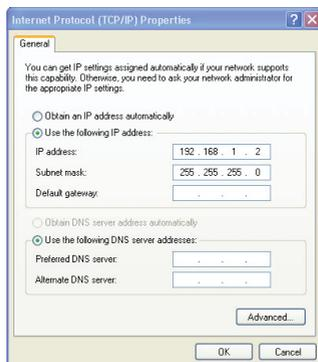

Рис. 20. Окно свойств интернет-протокола (TCP/IP)
6. Выберите **Use the following IP Address (Использовать следующий сетевой адрес)** и заполните поля в соответствии с рис. 20.